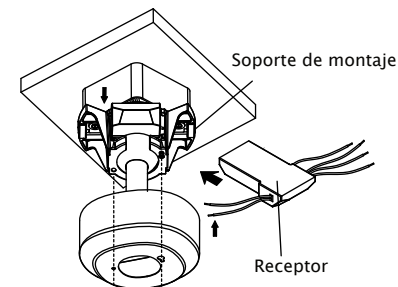

Fig. 15
Paso 1. Inserte el receptor en el soporte de montaje y manténgalo plano en oposición al techo. (Fig. 15)